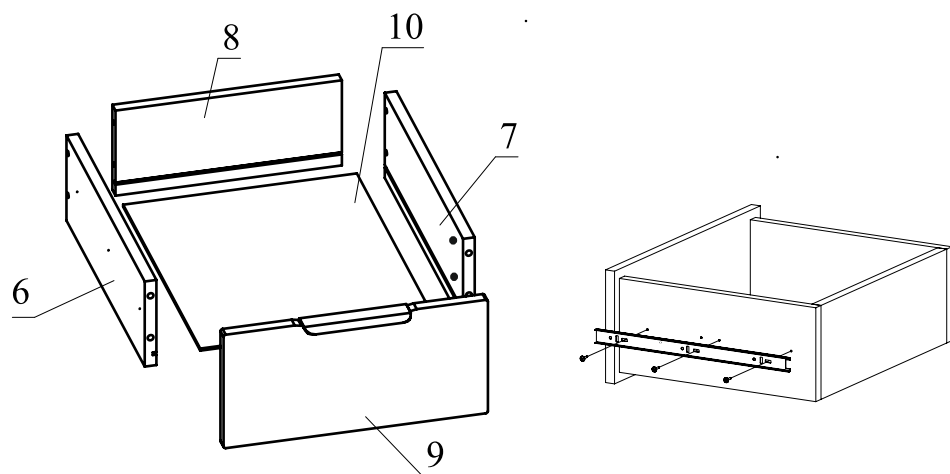

Рис.10
9. Соберите ящик. Для этого соедините детали 6 и 7 с деталью 8 при помощи конфирматов. Вставьте дно ящика 10 из ДВП в пазы деталей 6,7,8. Соедините фасад ящика с полученной конструкцией и затяните головки минификсов (рис.10).